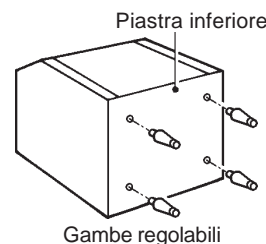

Fig. 3
1) Avvitare completamente le quattro gambe fornite (accessorio vasca) nel lato inferiore della vasca di raccolta del ghiaccio. Ved. Fig. 3.